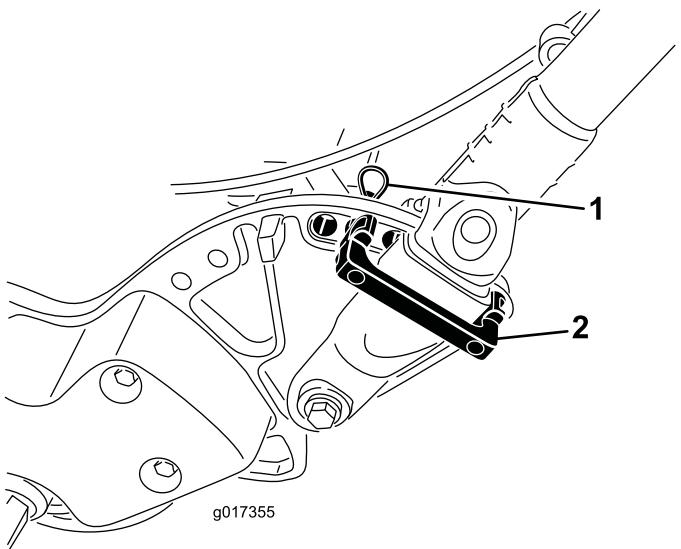

Рисунок 32
1. Извлеките шплинты из фиксаторов рукоятки на каждой стороне газонокосилки (Рисунок 32).
- Удерживая рукоятку, извлеките шплинты с каждой стороны и поверните рукоятку в требуемое рабочее положение (Рисунок 32).